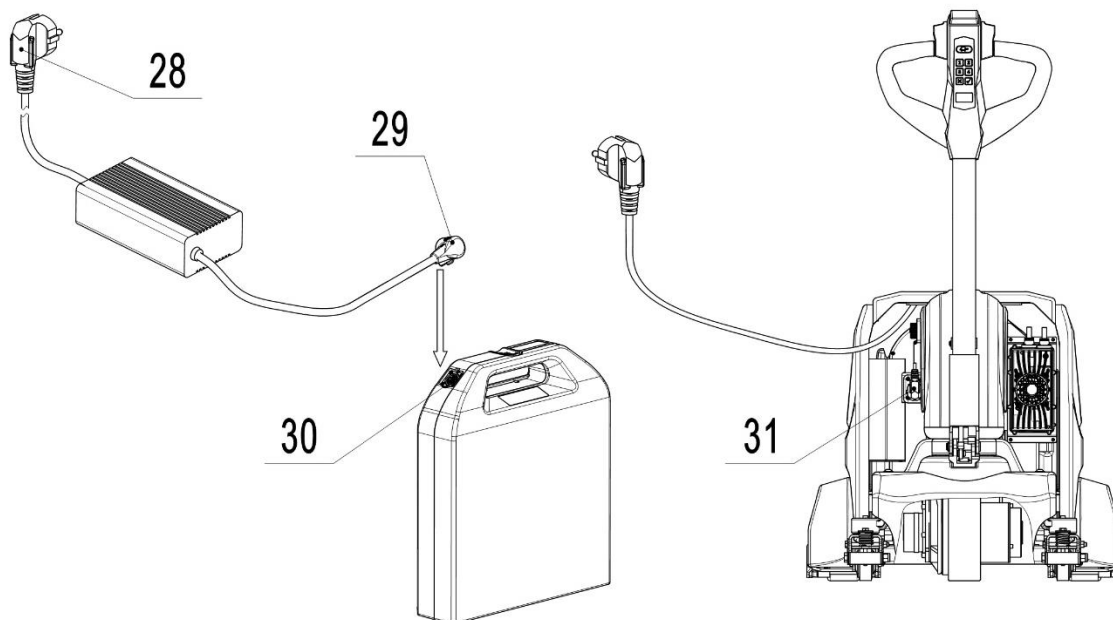

Рис. 13: Зарядка аккумулятора
- Выключите тележку и подключите вилку зарядного устройства (рис. 13, поз. 28) к розетке электропитания, подсоедините штекер зарядного устройства (рис. 13, поз. 29) к гнезду зарядки (рис. 13, поз. 30) аккумулятора. Зарядное устройство начинает заряжать аккумулятор.
На моделях со встроенным зарядным устройством вилку зарядного устройства нужно отсоединить от разъема безопасности (рис. 13, поз. 31) и подключить к розетке электропитания. После полной зарядки вилку зарядного устройства необходимо подсоединить к разъему безопасности (рис. 13, поз. 31).